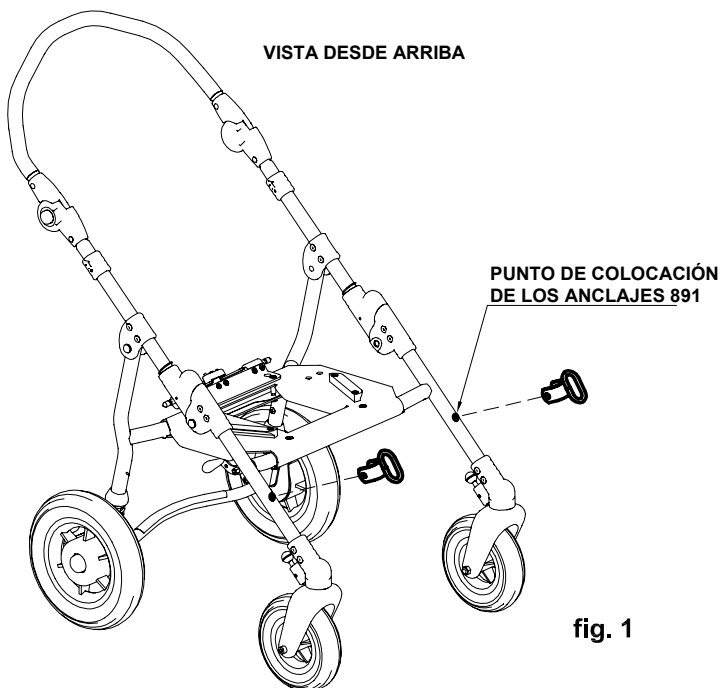
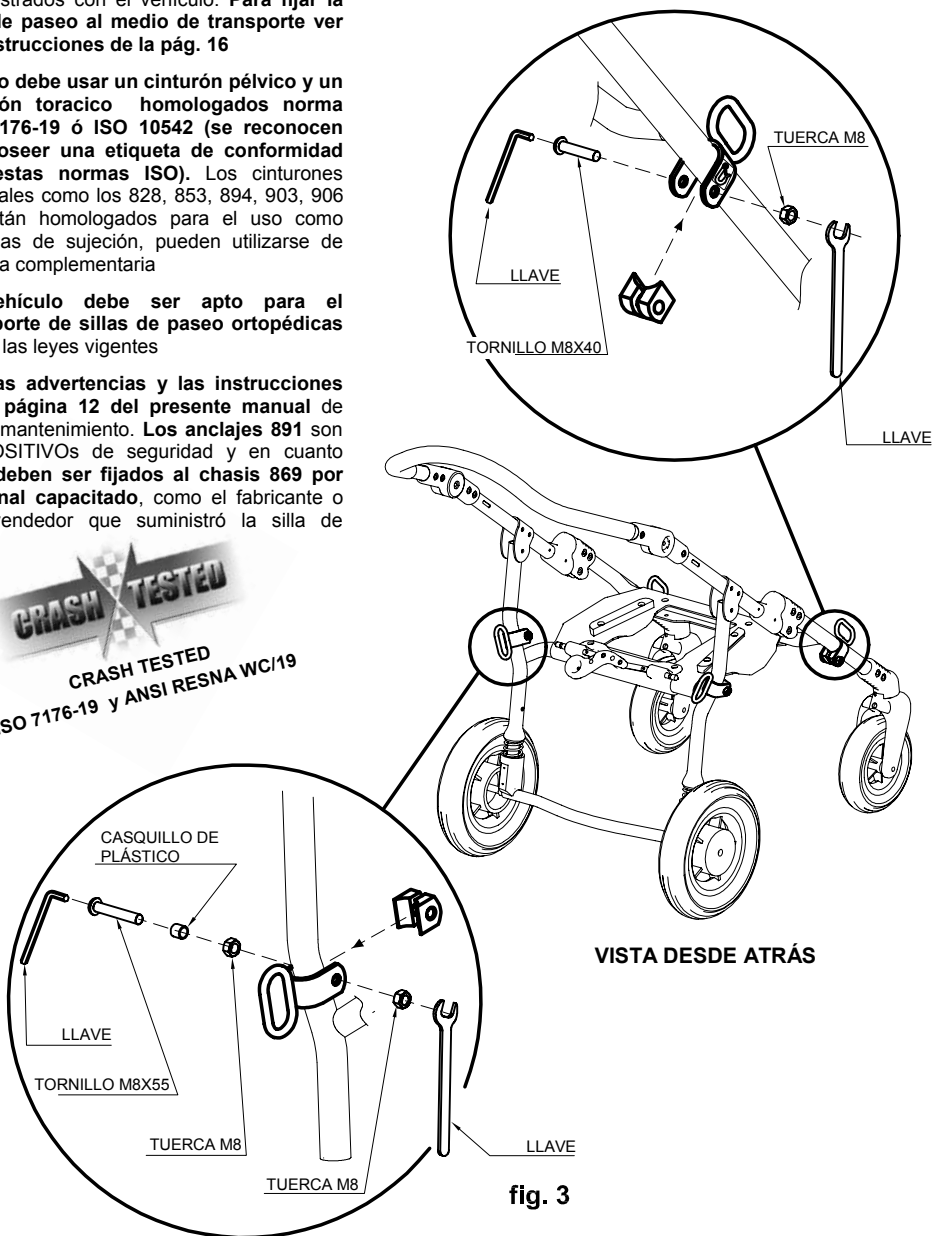
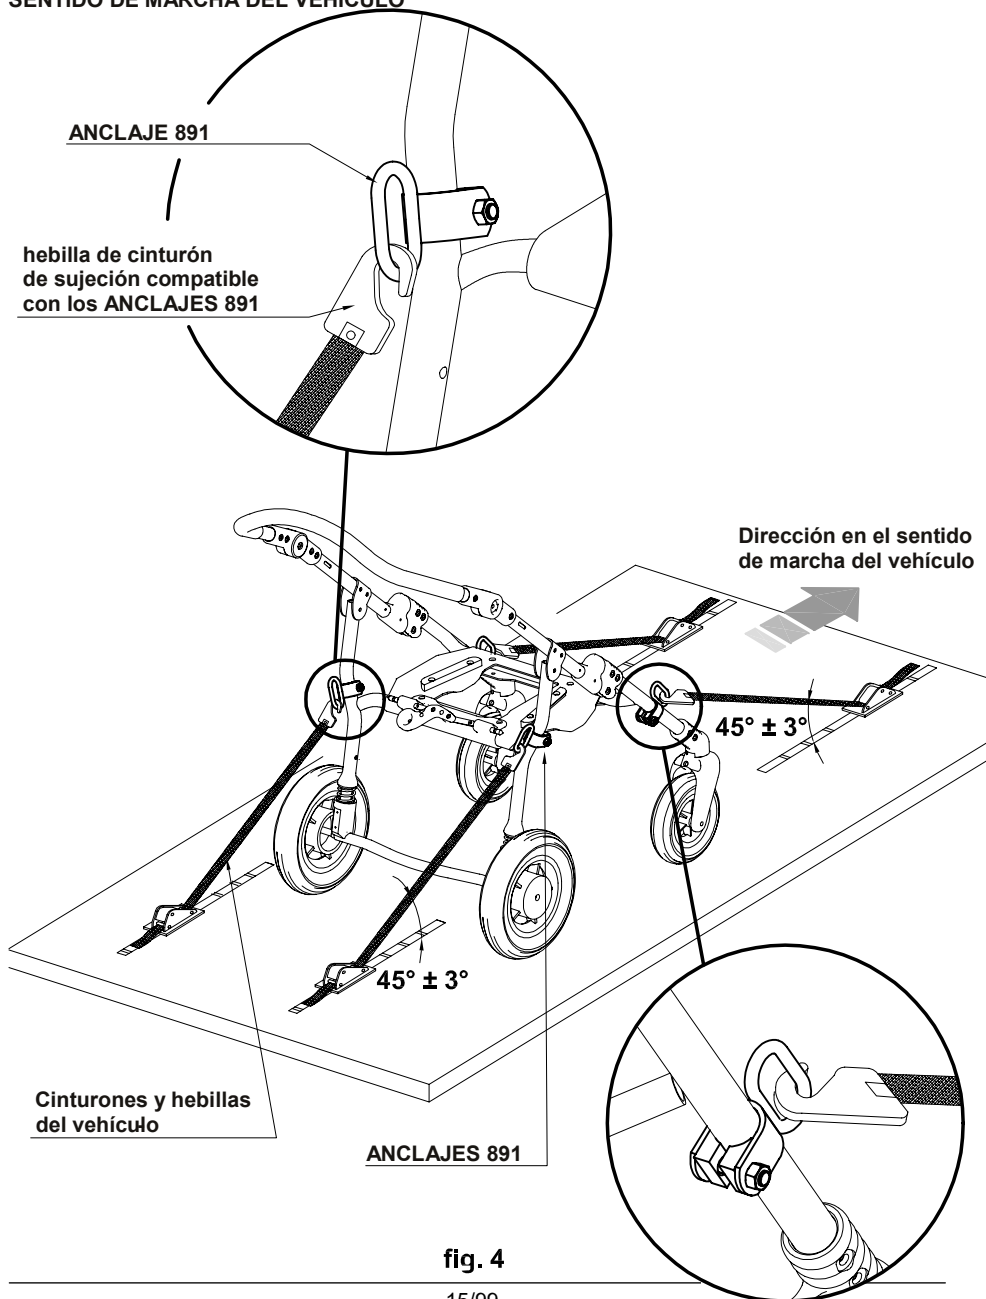

fig. 1
fig. 3
fig. 4
- **EL NIÑO SENTADO EN LA SILLA DE PASEO DEBE SER UBICADO EN LA DIRECCIÓN DEL SENTIDO DE MARCHA DEL VEHÍCULO EN MOVIMIENTO** (ver fig. 4 pág.15). De acuerdo al apartado 6.3.4 de la norma ISO 7176-19, la conformidad con la norma no impide, sin embargo, poder usar la silla de paseo en la dirección opuesta a la marcha, en los grandes vehículos equipados con espacios para esta finalidad específica
- **EL VEHÍCULO DEBE SER APTO PARA EL TRANSPORTE DE SILLAS DE RUEDAS/SILLAS DE PASEO ORTOPÉDICAS DE CONFORMIDAD CON LA NORMA ISO 7176-19** (ver fig. 4 pág. 15)
- **LA SILLA DE PASEO DEBE SUJETARSE AL VEHÍCULO mediante: 1) un sistema de cinturones de sujeción de 4 puntos conforme con la norma ISO 10542 suministrado con el vehículo** (ver fig.4 pág. 15) **y 2) el accesorio 891 – ANCLAJES para BASE 869 (4 anillos)** (ver fig. 1 y 2 pág.13, fig. 3 pág. 14 y fig.4 pág.15)